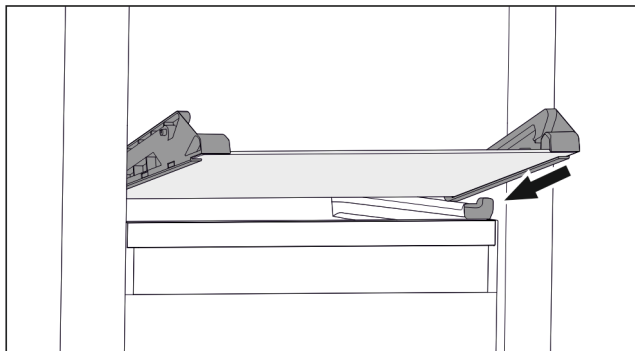

Fig. 132 Sklenená doska sklopnej zásuvky
- ▶ Nasadte sklenenú dosku šikmo za zarážkami. (pozri Fig. 132)